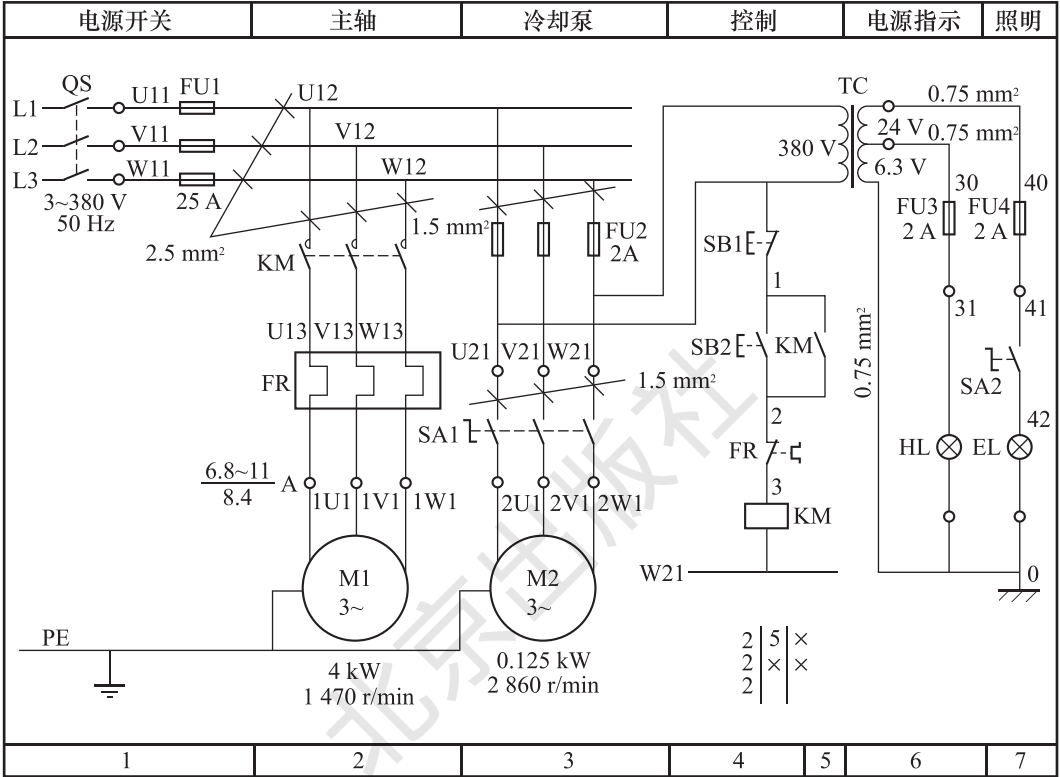

图 1-24 CW6132 型普通车床的电气原理图
现以 CW6132 型普通车床的电气原理图为例说明绘制电气原理图应遵循的一些基本原则，如图 1-24 所示。
(1) 电气原理图一般分为主电路、控制电路和辅助电路 3 部分。如图 1-24 所示，1、2、3 区为主电路，包括从电源到电动机的电路，电路中电流较大。图中 4、5 区为控制电路，电路中电流较小，实现控制逻辑关系的电路。图中 6、7 区为辅助电路，一般具有照明、信号指示和检测等功能。
(2) 电气原理图中所有电器元件的图形符号和文字符号必须符合国家规定的统一标准。电器元件采用分离画法，即同一电器的各个部分可以不画在一起，但必须用同一个文字符号标注。同类电器须在文字符号后加上序号以示区分，如 FU1~FU4。
(3) 在电气原理图中，所有电器的可动部分均按原始状态画出，即继电器、接触器的触点应按其线圈未得电时的状态画出；对于按钮、行程开关等主令电器应按其未受外力作用时画出。
(4) 动力电路的电源线应水平画出；主电路应垂直于电源线画出；控制电路和辅助电路应垂直地画在两条或几条水平电源线之间；耗能元件（如线圈、电磁阀、照明
- (5) 应尽量减少线条数量，避免线条交叉。
- (6) 电气原理图上应标出各个电源电路的电压值、极性 or 频率及相数。
- (7) 为方便阅图，在电气原理图中可将图幅分成若干个图区，图区的代号用英文字母表示，一般可省略，列的代号用阿拉伯数字表示，其图区编号写在图的下面，并在图的顶部标明各图区电路的作用。
- (8) 在继电器、接触器线圈下方均列有触点表以说明线圈和触点的从属关系，即“符号位置索引”。